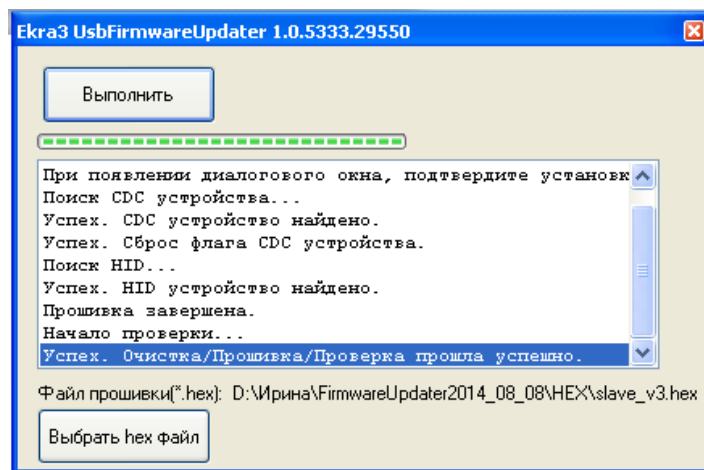

Рисунок 11 – Сообщение об успешной замене ПО
4.2.9 По окончании процесса замены ПО интерфейса USB появится сообщение **«Успех. Очистка/Прошивка/Проверка прошла успешно.»** (см. рисунок 11).